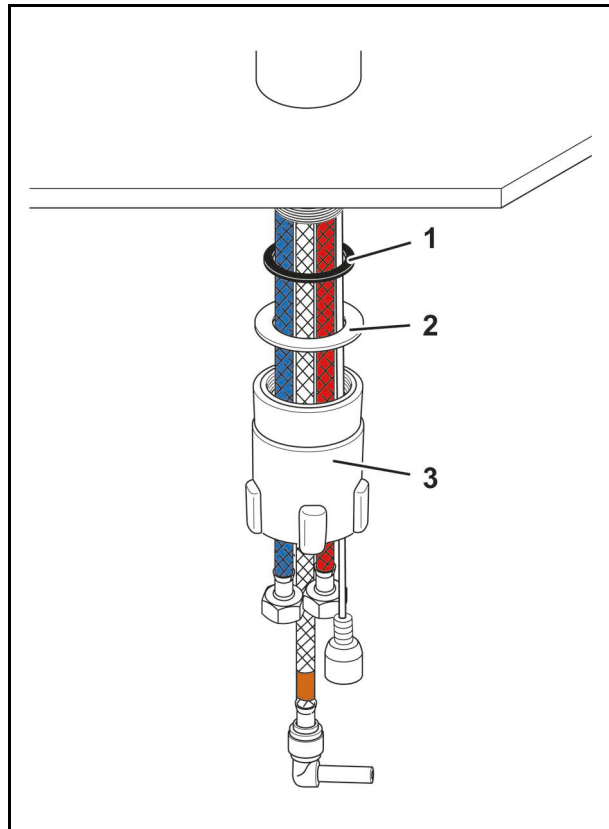

Abb. 12
3. Führen Sie die Dichtung (Abb. 12/1) und die Unterlegscheibe (Abb. 12/2) über die Leitungen.
4. Führen Sie die Montagehülse (Abb. 12/3) über die Leitungen.
5. Befestigen Sie die Montagehülse (Abb. 12/3) mit Dichtung (Abb. 12/2) und Unterlegscheiben (Abb. 12/3) am Gewinde der Armatur.